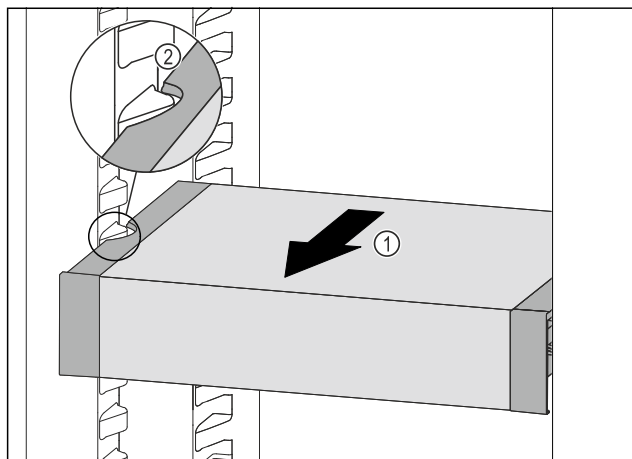

Fig. 105
- Trageți în față VarioSafe Fig. 105 (1), până când degajările laterale ale VarioSafe se află la înălțimea nervurii recipientului din frigider. Fig. 105 (2)